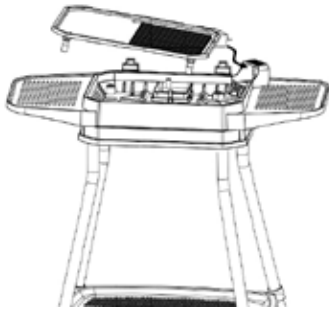

Fig. 9
10. Insérez la plaque de grill (Fig. 9). Pour ce faire, vous devez maintenir la plaque de grill [6] légèrement inclinée afin que la prise femelle de raccordement de la plaque de grill passe au travers de l'ouverture prévue (support de prise femelle) dans le corps du barbecue. Attention : La plaque de grill ne peut être utilisée que dans cet appareil !